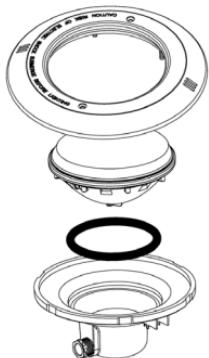

Fig. 3
- Desmonte as peças necessárias do projetor para retirar a lâmpada incandescente (esta operação é descrita pormenorizadamente no manual do projetor) (Fig. 3).